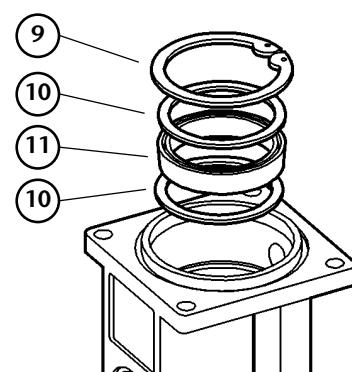

Fig. 10
- Remove the pump piston (8) and disassemble the circlip (9), the washers (10) and the seal (11) (fig. 10). Check the piston for scratches and replace damaged parts.
- Assemble the pump following the previous instructions, reversing each step. Use sealer on the threads of the inverting set (4).
- Quitar el vástagos (8) y desmontar el anillo de seguridad (9), las arandelas (10) y el collarín (11) (Fig. 10). Verificar que el vástagos no esté rayado y sustituir piezas deterioradas.
- Volver a montar en orden contrario. Aplicar sellador en la rosca del conjunto inversor (4).
- Retirer le piston (8) et démonter l'anneau de sécurité (9), les rondelles (10) ainsi que le collier (11) (voir Fig. 10). S'assurer que le piston n'est pas rayé et remplacer les pièces endommagées si nécessaire.
- Remonter le tout en suivant le processus inverse. Appliquer de la pâte d'étanchéité au niveau du filet de l'ensemble inverseur (4).